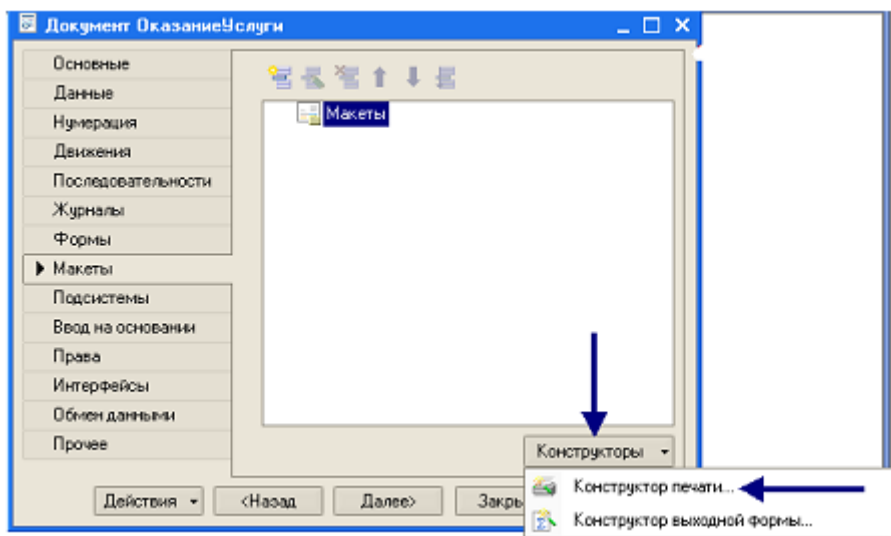

Рис. 70
- перейдите на закладку **Макеты** и включите конструктор печати (рис. 70);